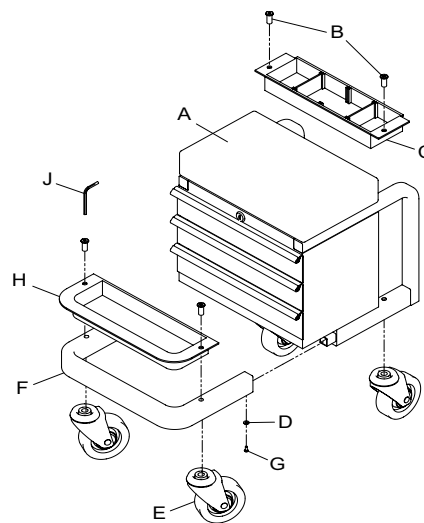

Figura 1: ensamblaje
Antes de empezar a ensamblar el producto, asegúrese de que todas las piezas estén presentes. Compare las piezas con la lista de contenidos del paquete y la ilustración de la Figura 1. Si hay alguna pieza faltante o dañada, no intente ensamblar, instalar ni utilizar el producto. Comuníquese con el servicio de atención al cliente para obtener las piezas de repuesto.
## **INSTRUCCIONES DE ENSAMBLAJE** (consulte la Figura 1)
1. Una las secciones del marco insertando la sección frontal del marco (F) en secciones de canal del subconjunto de la caja de herramientas (A). Alinee los orificios para tornillos y los tornillos de rosca (G) que vienen con arandelas (D) en los orificios correspondientes en las secciones del canal. No ajuste los tornillos todavía.
2. Coloque una ruedecilla (E) y una bandeja para taburete (C o H) de forma simultánea. Ubique un montante para ruedas en el orificio del marco inferior como se muestra en la Figura 1. Coloque la bandeja para taburete en la posición, alineando el orificio del marco inferior con el orificio correspondiente en la bandeja. Inserte el sujetador para la rueda en el montante de las ruedas libres.
## **INSTRUCCIONES DE FUNCIONAMIENTO** (Consulte la figura 1)